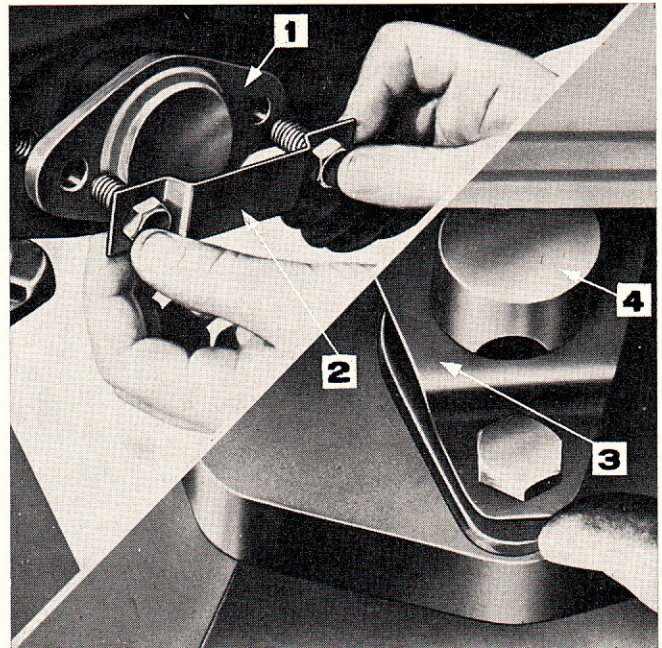

Figure 18: Pose des axes de support et des plaques d'ancrage
3. Placer la rondelle de butée de l'axe de support arrière et poser l'axe support arrière. Poser la plaque d'ancrage et les boulons de retenue de chaque axe de support, figure 18. Serrer les boulons au couple spécifié et plier les languettes de la plaque d'ancrage pour les maintenir.